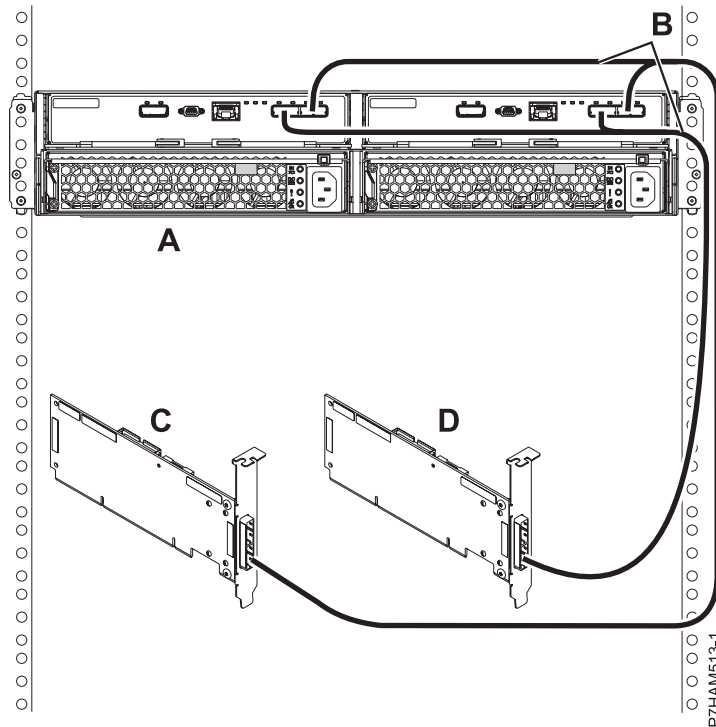

Figure 39. Mode 2 de connexion d'un boîtier d'unité de disque 58/87 via des câbles YO à deux adaptateurs SAS indépendants
12. Effectuez la connexion de mode 2 d'un boîtier d'unité de disque 58/87 (A) via des câbles YO (B) aux deux adaptateurs SAS indépendants, comme illustré dans la figure 39, à la page 74.